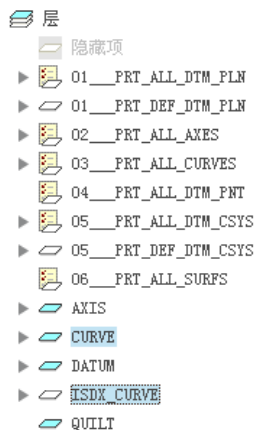

图 8.1.4 层树
(1) 单击导航选项卡中的  按钮，在弹出的快捷菜单中选择 **层树(L)** 命令。
(2) 在图 8.1.4 所示的层树中，选取模型曲线层  **CURVE**，按住键盘 Ctrl 键，再选取  **ISDX_CURVE** 层，右击，然后从系统弹出的快捷菜单中选择 **隐藏** 命令，单击“重画”按钮 ，这样模型的基准曲线将不显示。
(3) 返回到模型树。单击导航选项卡中的  按钮，在弹出的快捷菜单中选择 **模型树(M)** 命令。